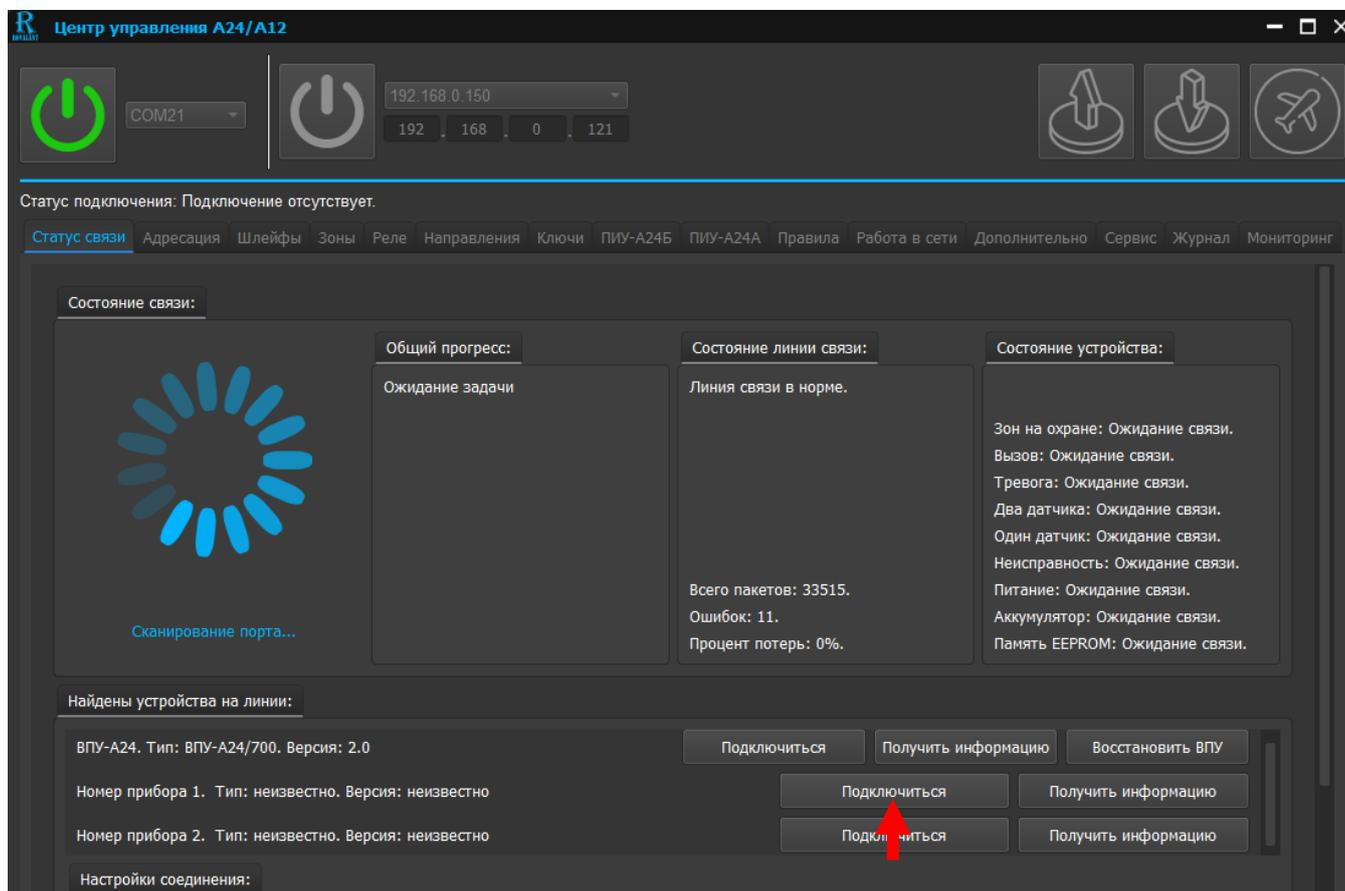

Рисунок 41. Закладка «Статус связи». Подключение к прибору.
**Функция «Настройка адреса датчика» доступна только при подключении непосредственно к прибору (см. рисунок41).**